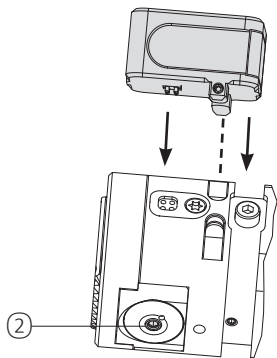
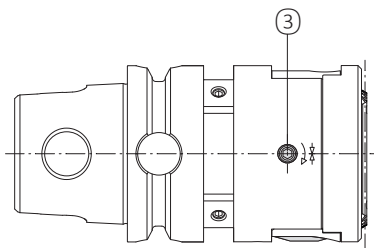

Fig. 1
Fig. 3
Siga a seqüência para definir o diâmetro, conforme exibido abaixo: (Figs. 1, 2 e 3):
2. Fixe a unidade de exibição às ranhuras de fixação fornecidas na ferramenta (posicionando de acordo com os pontos de contato, Fig. 1)
3. Ligue o módulo de leitura digital operando o botão "ON/Reset" (Ligar/redefinir) ①. O último valor de incremento exibido será exibido no visor quando ele for ligado. O desligamento automático ocorre 30 segundos após o término do procedimento de configuração. O período máximo de ativação é de 120 segundos.
4. Solte o pino de fixação com rosca ③ (Fig. 3).
6. Aperte o pino de fixação com rosca ③ (Fig. 3) (torque de aperto 3 Nm [26,55 pol. lbs.])